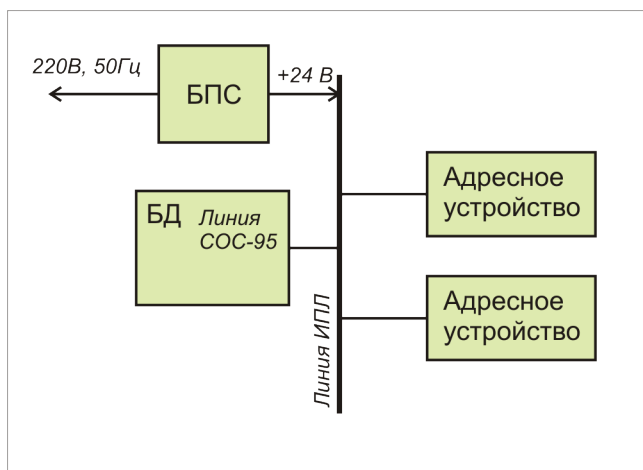

Рисунок 5.1 – Электропитание БД от линии ИПЛ
- электропитание БД от линии ИПЛ с использованием БПС или БКД-Т (см. рисунок 5.1);